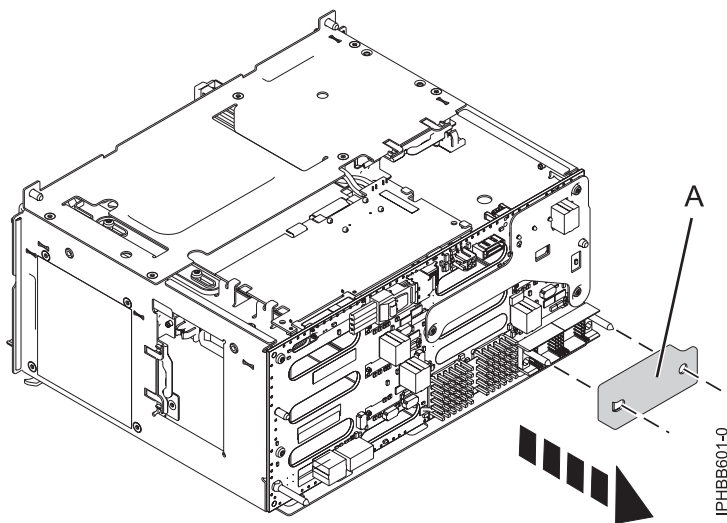

Figura 10. Extracció de la coberta protectora de les clavilles del connector
3. Cerqueu una coberta protectora a les clavilles del connector dret inferior. Si hi és, extraieu la coberta (A), tal com es mostra a la Figura 10.